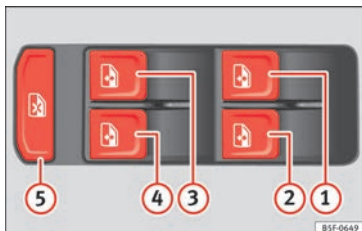

Fig. 128 Detalle de la puerta del conductor: mandos para las ventanillas.
Pulsando la tecla de seguridad » » » **fig. 128** puede desactivar los mandos en las puertas traseras. Volviendo a presionar la tecla de seguridad se reactivarán los mandos de las puertas traseras.
- Al viajar niños en los asientos traseros, se recomienda por razones de seguridad utilizar la tecla de seguridad » » » **fig. 128**, que deshabilita los mandos de los cristales traseros.